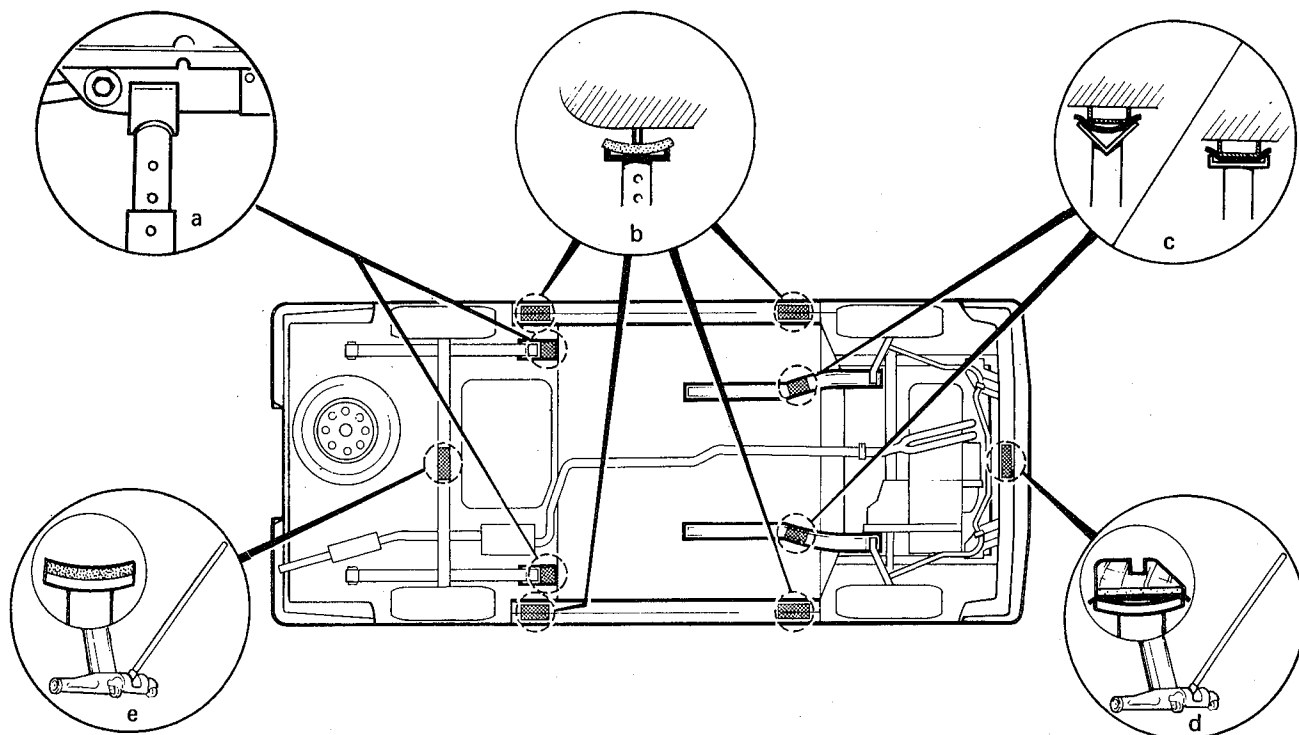

fig. 3
nos pontos apropriados. A ilustração seguinte (fig. 3), mostra os pontos de apoio, tanto para o macaco que acompanha o veículo, como para os usualmente utilizados pelas oficinas.
2. Quando fizer uso de pontos de apoio na carroceria, utilizar somente cavaletes com cabeça quadrada, em conjunto com calços de proteção (madeira, por exemplo), para evitar danos accidentais na pintura ou carroceria (fig. 3-b)